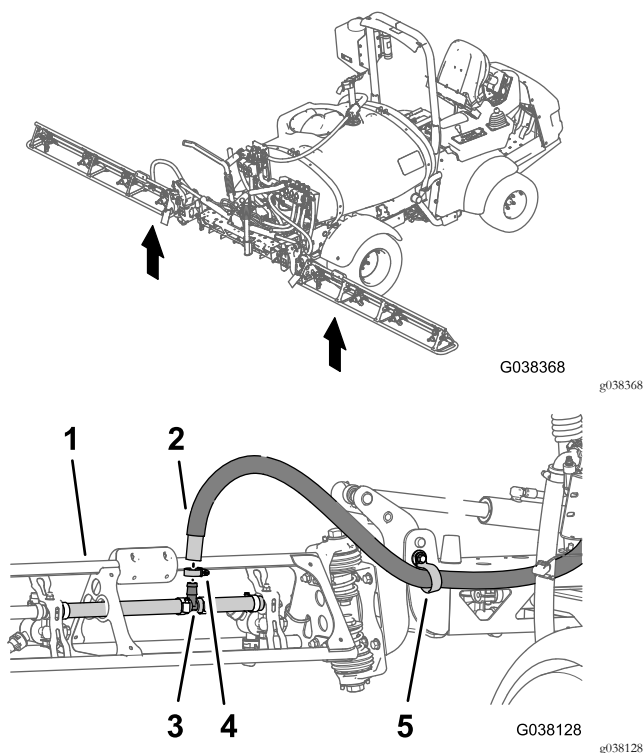

Figura 82
3. Enrute la manguera de alimentación del brazo derecho a través de la abrazadera del extremo de la sección de brazo central (Figura 82).
- Conecte la manguera de alimentación del brazo derecho al acoplamiento en T de la sección de brazo derecha (Figura 82).